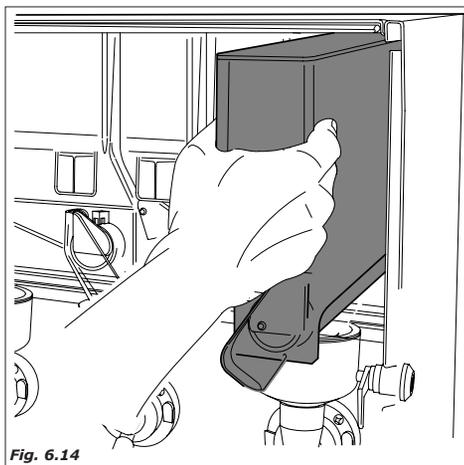

Fig. 6.14
- tirar todos os recipientes produzidos pelo distribuidor (Fig.6.14)